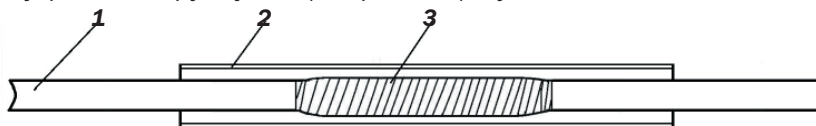

Рис. 17. Подготовка к усадке внутренней ТУТ:
5.18 Участки оболочки, на которые будут усаживаться трубки ТУТ тщательно обезжиривают и зачищают шлифовальной шкуркой. При этом зачищаться должны участки как под внутреннюю ТУТ, так и под наружную. На сrostок надвигают внутреннюю трубку ТУТ (см. рис. 17) и усаживают её.